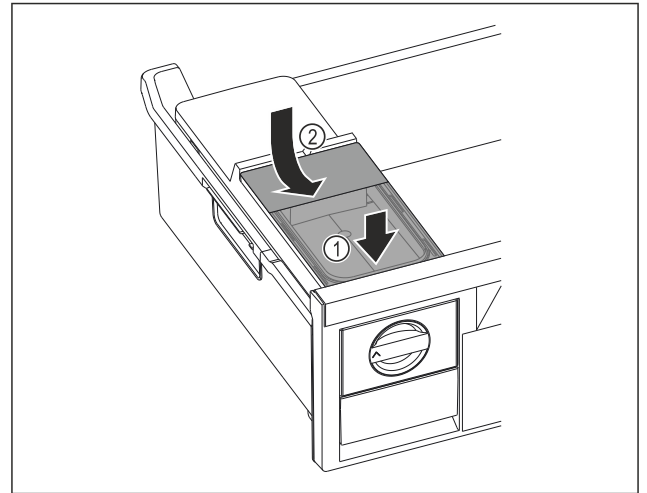

Fig. 110
- ▶ Wassertank vorne ansetzen. Fig. 110 (1)
- ▶ Wassertank hinten absenken. Fig. 110 (2)